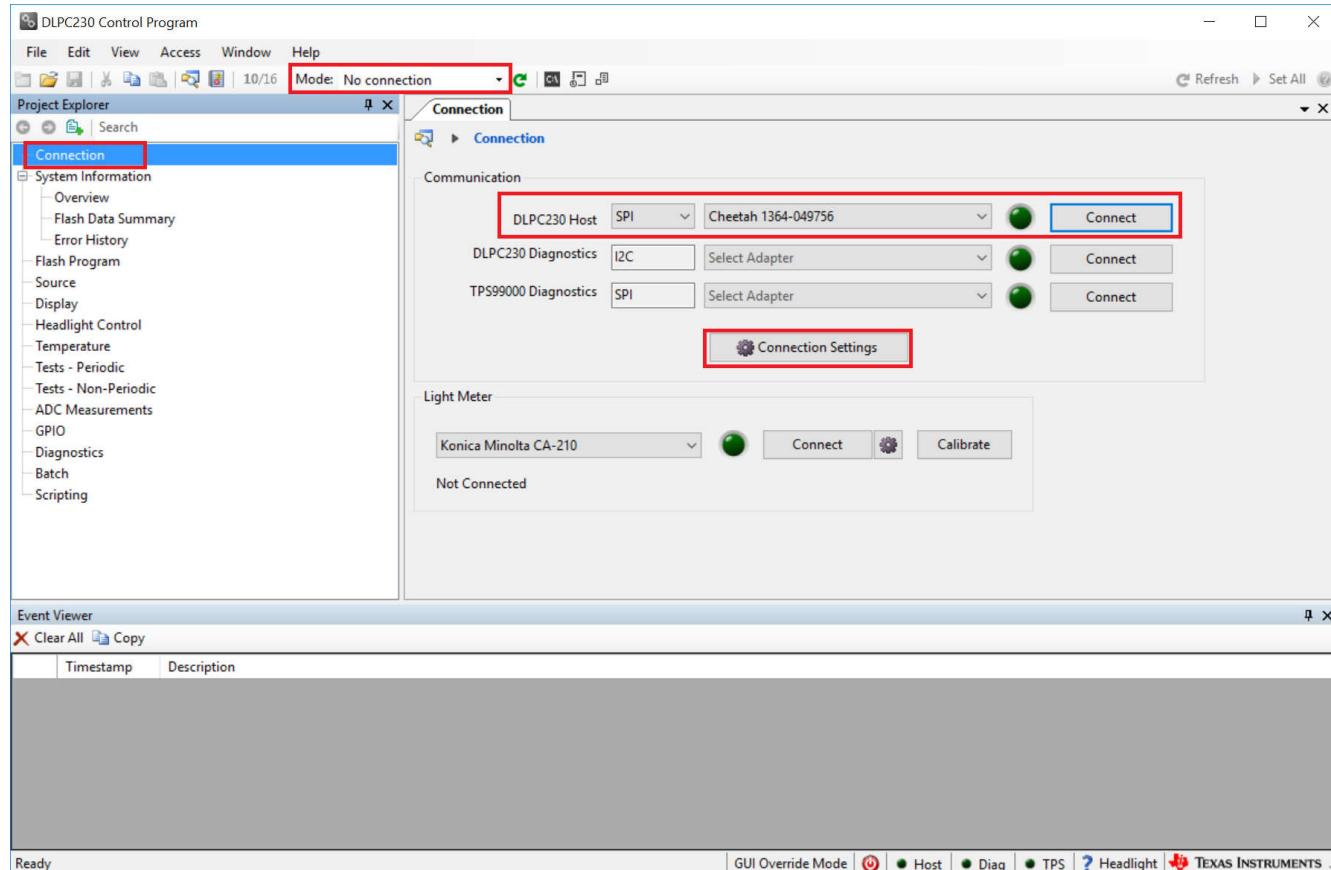

图 2-2. 使用 DLPC230-Q1 Automotive Control Program 连接到 DLPC230-Q1
- 在 Connection 页面中，将 DLPC230-Q1 Host 设置为 SPI 并从下拉菜单中选择 Cheetah (请参阅图 2-2)。